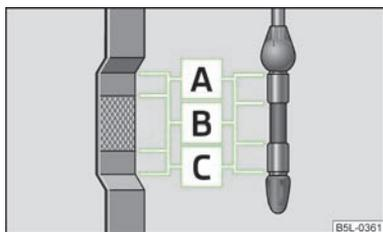

Fig. 161
A vareta de medição do nível de óleo indica o nível de óleo do motor » Fig. 161.
- **Tem** de adicionar óleo » Fig. 161. É suficiente que o nível de óleo fique na zona .